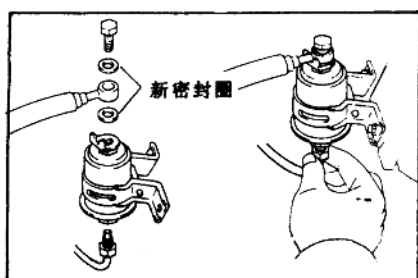
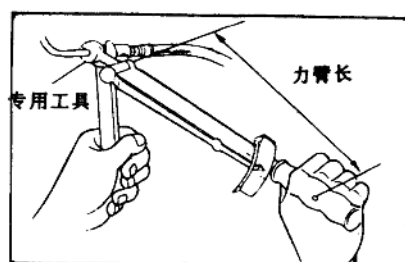

图 1-14
图 1-15
①安装时应更换新密封圈(图1-14)。
②用手拧紧管接头螺栓。
③将螺栓拧至规定的扭矩值(图 1-15)。